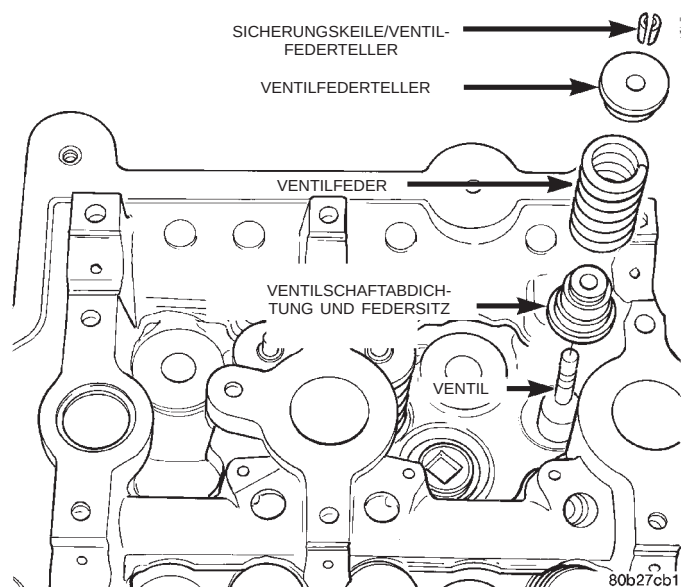

Abb. 50 Ventil, Ventildfeder und Ventilschaftabdichtung
(3) Alle Ventilschäfte über den Ventilfehrungen mit Schaftabdichtungen/Federsitzen versehen (Abb. 50). Darauf achten, daß die Schraubenfeder um das Oberteil der Gummidichtung herum intakt ist. Ventildfedern und Ventildfederteller einbauen.